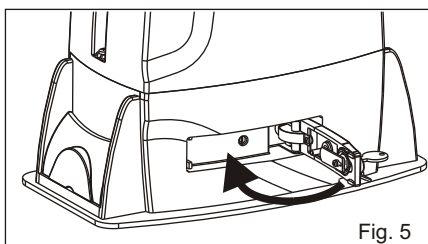

Fig. 5
3) Désactiver le courant électrique (Fig. 1), déverrouiller le moteur (Fig. 2) et positionner manuellement les vantaux à la moitié de la course (Fig. 3-4). Rétablir le blocage mécanique (Fig.5).